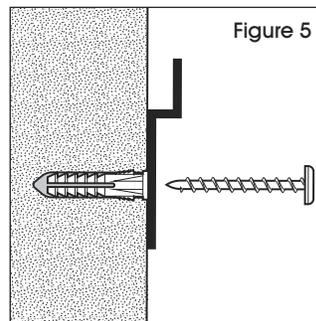

Figure 5
2. Insert wall anchors into holes flush with the wall. Insert screws through hanging brackets into the wall anchor. Tighten firmly. (See Figure 5)
2. Insérez les ancrages dans les trous à fleur du mur. Insérez les vis dans les ancrages en les faisant passer à travers les supports d'accrochage. Serrez-les fermement. (Voir Figure 5)